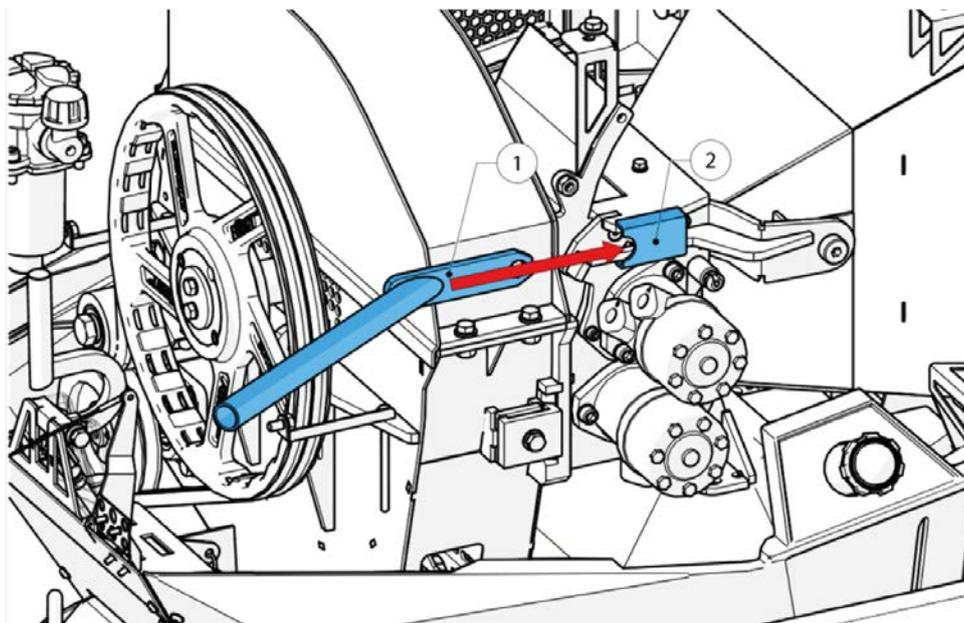

Figure 47 - Tension du ressort du rouleau d'alimentation
11. Insérez l'outil de levage du rouleau d'entraînement supérieur (1, Figure 47) dans la fente (2, Figure 47).